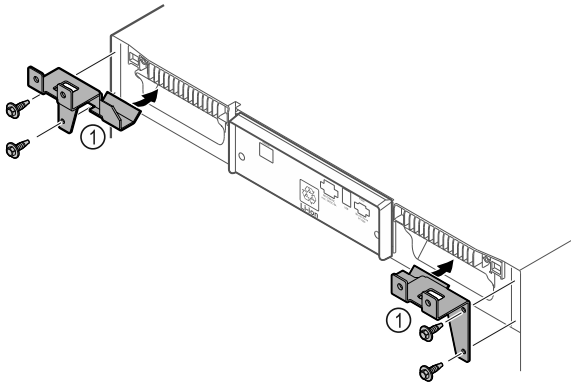

Fig. 10
- 用随附的自攻螺丝将固定部件 Fig. 10 (1) 安装在冰箱上。